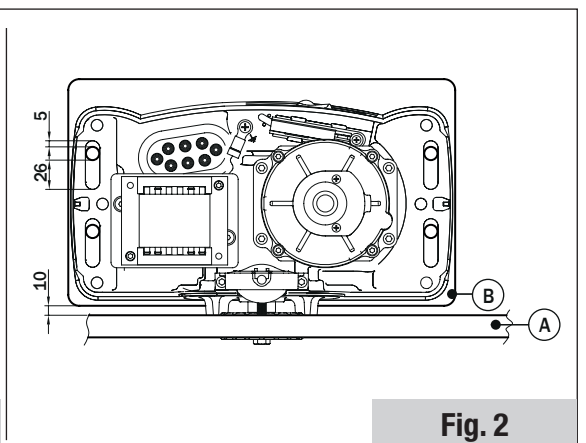

Fig. 2
- Posizionare il BG30 sui 4 tiranti, come indicato in fig. 2. Se necessario, svitare i dadi della piastra di fondazione.
- Fit the BG30 on the 4 anchor bolt, as shown in fig. 2. If necessary, undo the nuts on the foundation plate.